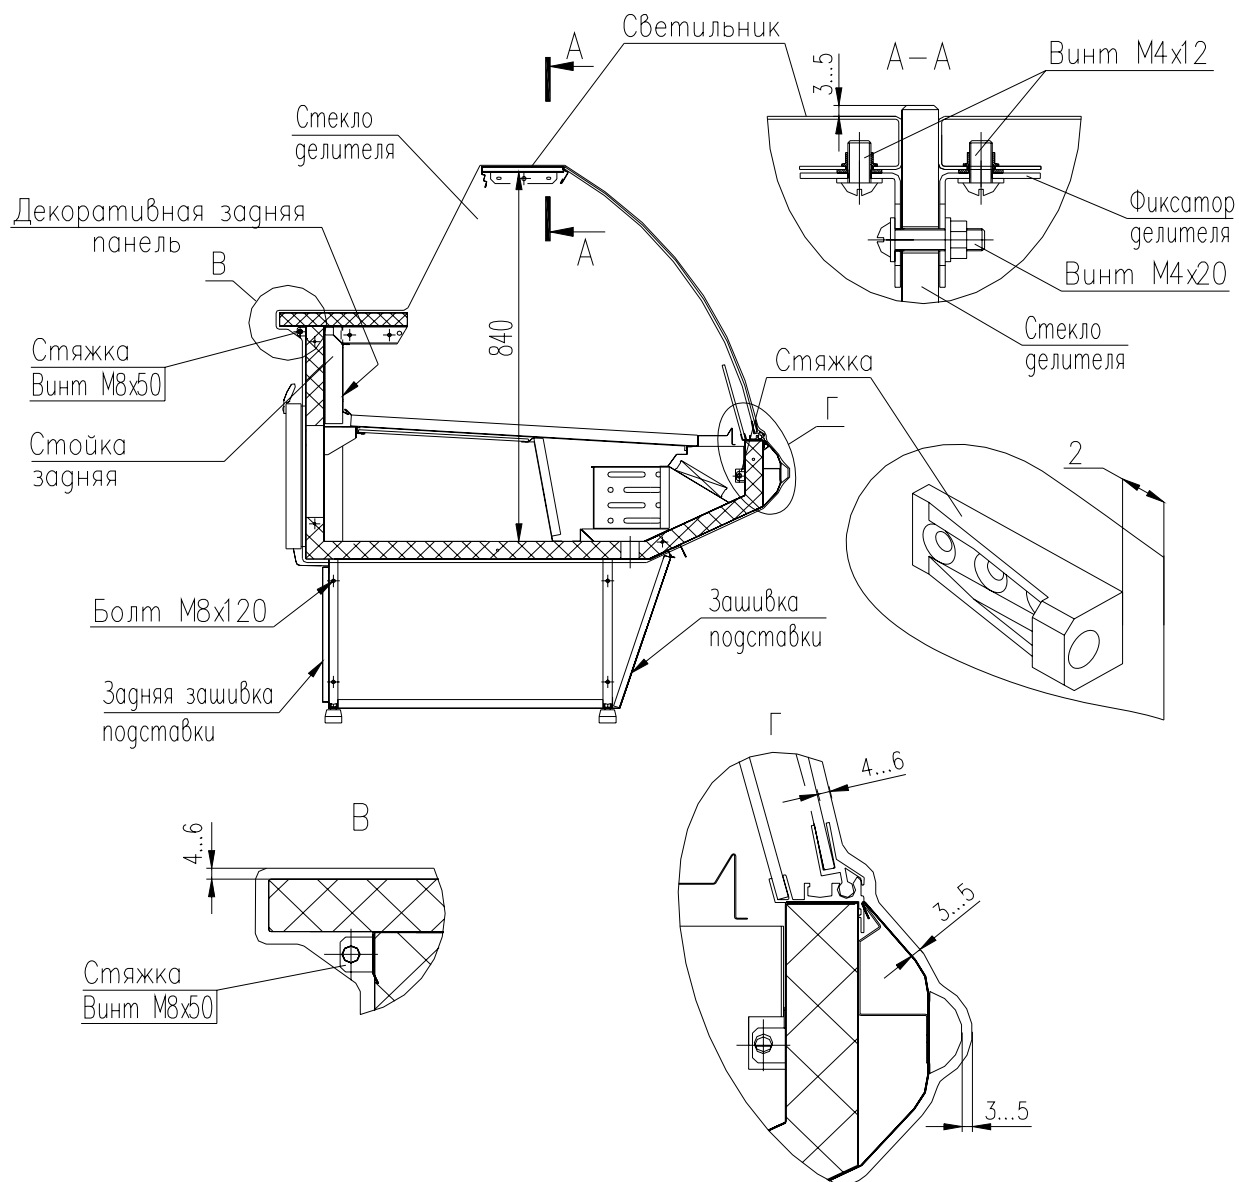

Рис. 5
Для соединения холодильных витрин (далее витрин) в линию необходимо (см. рис. 5):
- 2). При помощи саморезов 5х40 установить по левому торцу сопрягаемых ванн (далее с левой стороны) герметичный делитель (см. рис. 5)
- 5). Монтаж светильников начинать с левой стороны линии. Для монтажа на левом и правом светильниках установить фиксаторы делителя - зафиксировать винтами М4х12. Установить подсобранные светильники на витрины, фиксацию светильников между витрин в месте установке герметичного делителя осуществить винтами М4х20 (см. рис. 5, сечение А-А). При соединении в линию более двух витрин операцию монтажа светильников повторить.